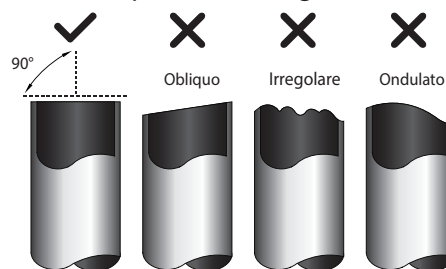

Fig. 7.1
1. Verificare che il tubo sia tagliato con un'angolazione esatta di 90° . Fare riferimento agli esempi di taglio non corretto riportati nella Fig. 7.1